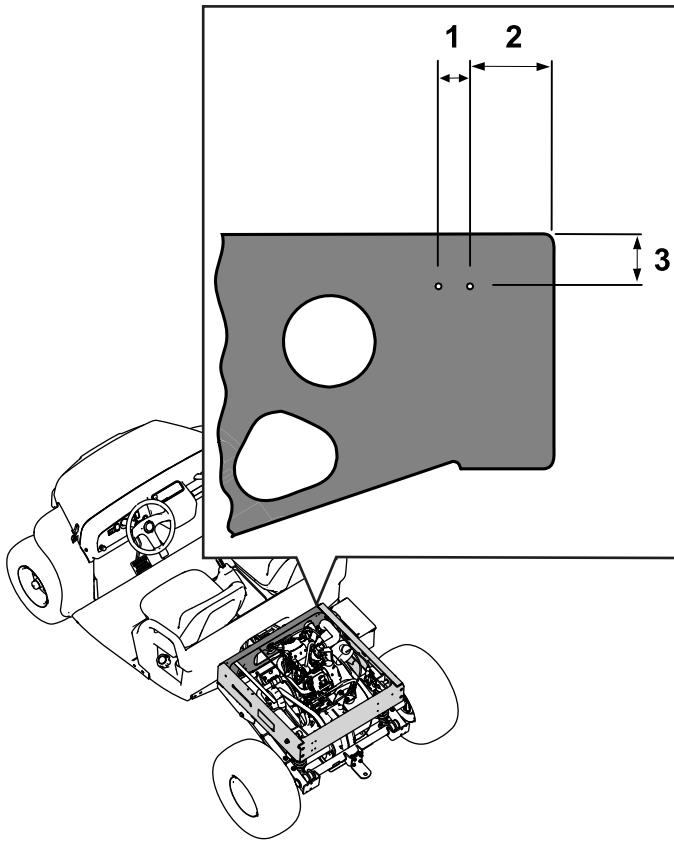

Рисунок 2
1. Разметьте и просверлите 2 отверстия (диаметром 1/8 дюйма) в правой стороне передней пластины задней рамы. Правильное расположение отверстий на передней пластине см. на Рисунок 2.